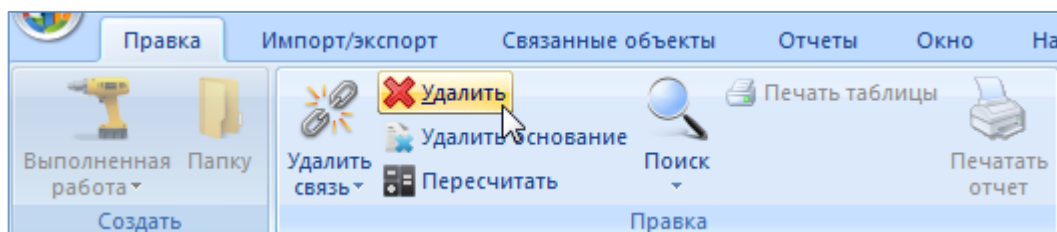

Рис. 27-11 – Кнопка «Удалить» панели «Правка»
- 3) Нажать кнопку «Удалить» панели «Правка» (рис. 27-11).